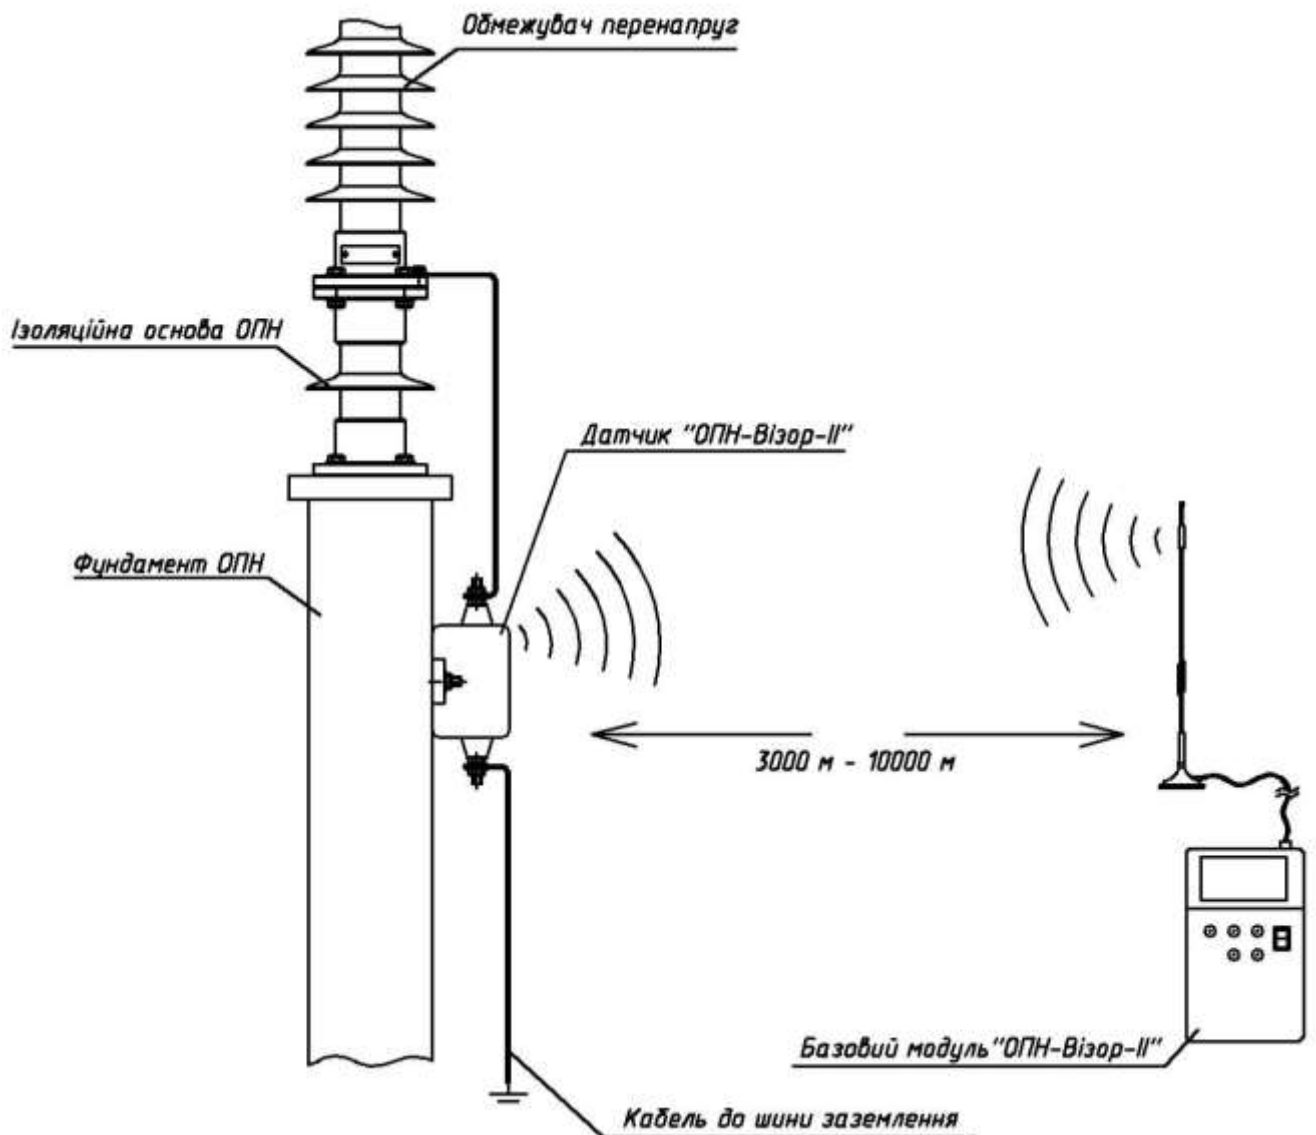

Рис.4 – Схема монтування датчика реєстратора спрацьовування «ОПН-Візор-II (LR)».
6.2 Монтувальна схема пристрою «ОПН-Візор-II (LR)» наведена на рис. 4.